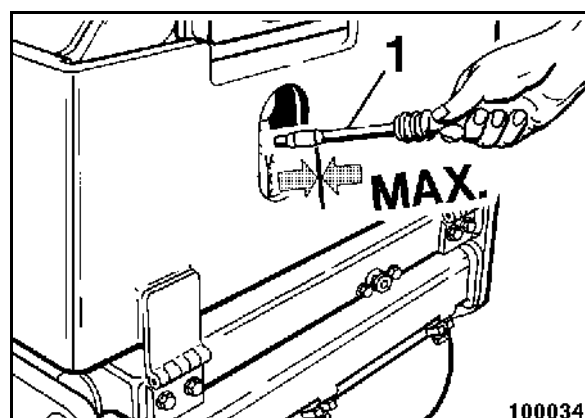

fig. 54
- Retirer la jauge d'huile (fig. 54), la nettoyer avec un chiffon propre non fibreux et l'introduire à fond.